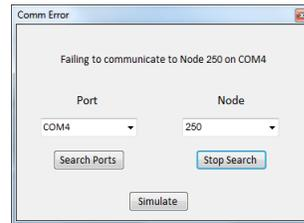

Figure 15: Comm Error (通信エラー) ウィンドウ
**注記** Figure 15に示されるように、通信エラーのウィンドウが表示された場合、ポートを探す ボタンをクリックしてください。プログラムが開始しない場合、トラブルシューティングセクションを参照してください。